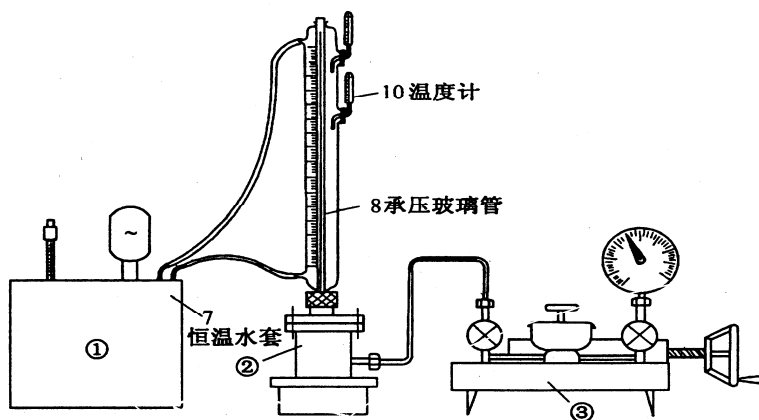

图 2 CO2实验台系统示意图
1、整个实验装置由压力台、恒温器和实验本体及其防罩三大部分组成，如图 2 所示。